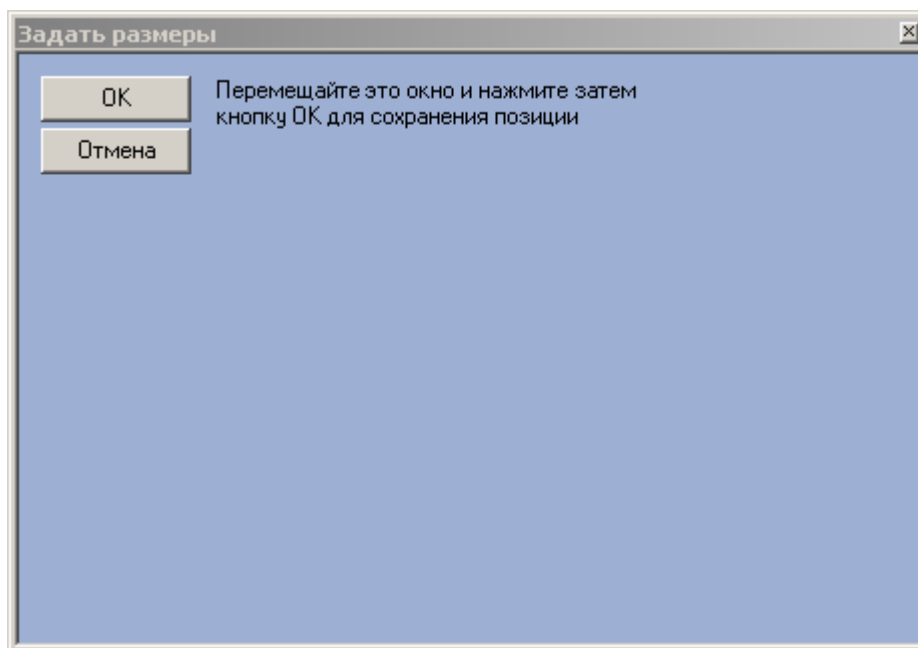

Рис. 7.7.2-1 Настройка размещения диалогового окна «Протокол номеров» вторым способом
3. Нажать кнопку «». В результате будет выведено диалоговое окно «Задать размеры» (см. Рис. 7.7.2-2). Данное диалоговое окно является шаблоном и предназначено для выбора расположения диалогового окна «Протокол номеров» и задания его размеров при помощи мыши.